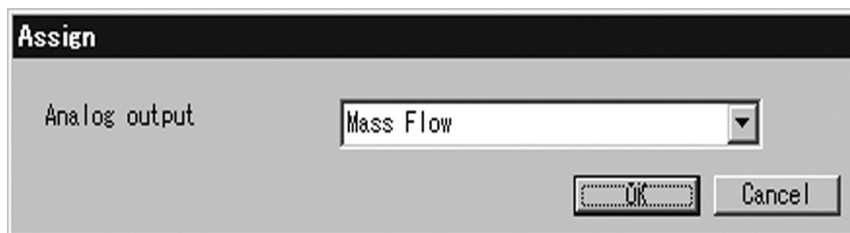

図20
- ② 図20のようなメッセージボックスが表示されます。ここではアナログ出力及びパルス出力の割付け(アサイン)を行います。